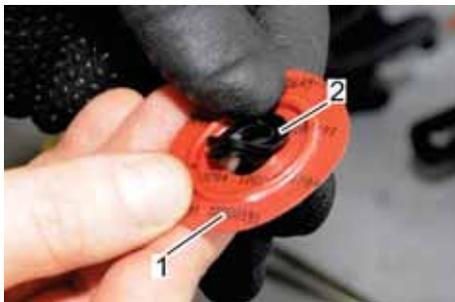

Abb. 67: Einknüpfdichtung aus Sickenformmembran entfernen
5. → Die Sickenformmembran (Abb. 67/1) von der Einknüpfdichtung (Abb. 67/2) lösen und beiseitelegen.